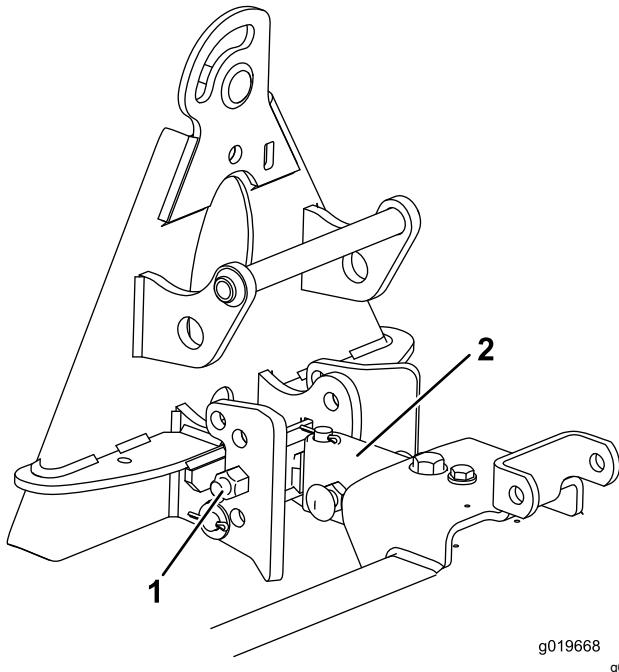

Figure 12
1. Montez le dispositif d'attelage dans les trous inférieurs du support de butée (Figure 12).
2. Placez le côté le plus long du tube de timon en haut et fixez-le sur la face inférieure du support (Figure 12).